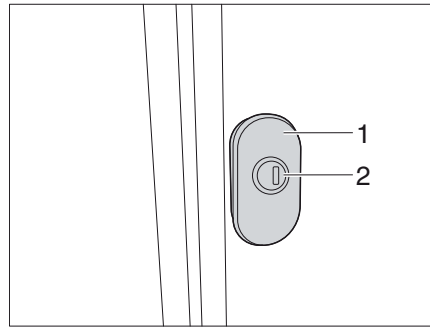

Fig. 33 Serrure pivotante (variante 1)
- Insérer la clé dans le cylindre de fermeture (Fig. 33/34,1) et la tourner d'un quart de tour. La serrure du portillon est déverrouillée.
- Tirer sur la serrure pivotante (Fig. 33/34,2) et tourner de 180° dans le sens contraire des aiguilles d'une montre. Le portillon extérieur est ouvert.